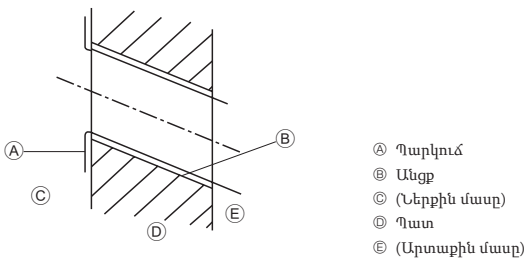

Fig. 3-3
- Ⓐ Մոնտաժային հարթակ ①
3.2.2. Խողովակի անցքի փորումը (Fig. 3-3)